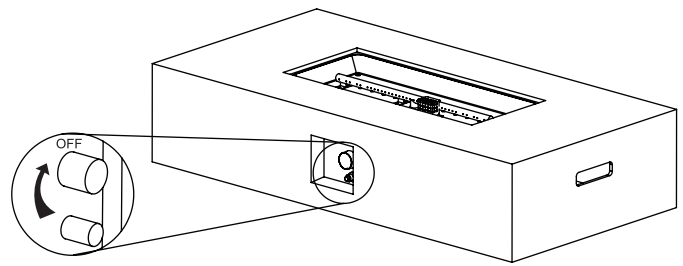

Figure 2
2. Varmista, että kaasunsäädin on "OFF"-asennossa ennen jatkamista (katso Figure 2).